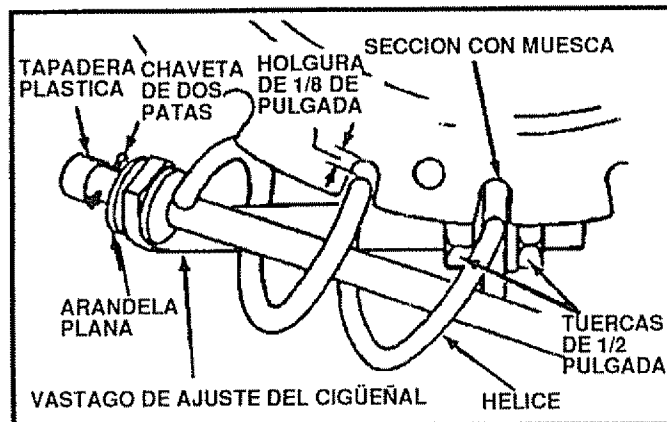

FIG. 23
Si no puede rotar totalmente el canal de descarga del cigüeñal hacia la izquierda y hacia la derecha, necesita ajustar el canal de descarga del cigüeñal (Véase Fig. 23).
- Rote la varilla de ajuste hacia adentro o hacia afuera a fin de permitir una holgura de 1/8 de pulgada aproximadamente entre la muesca en la brida y el diámetro exterior del serpiente (Véase Fig. 23).